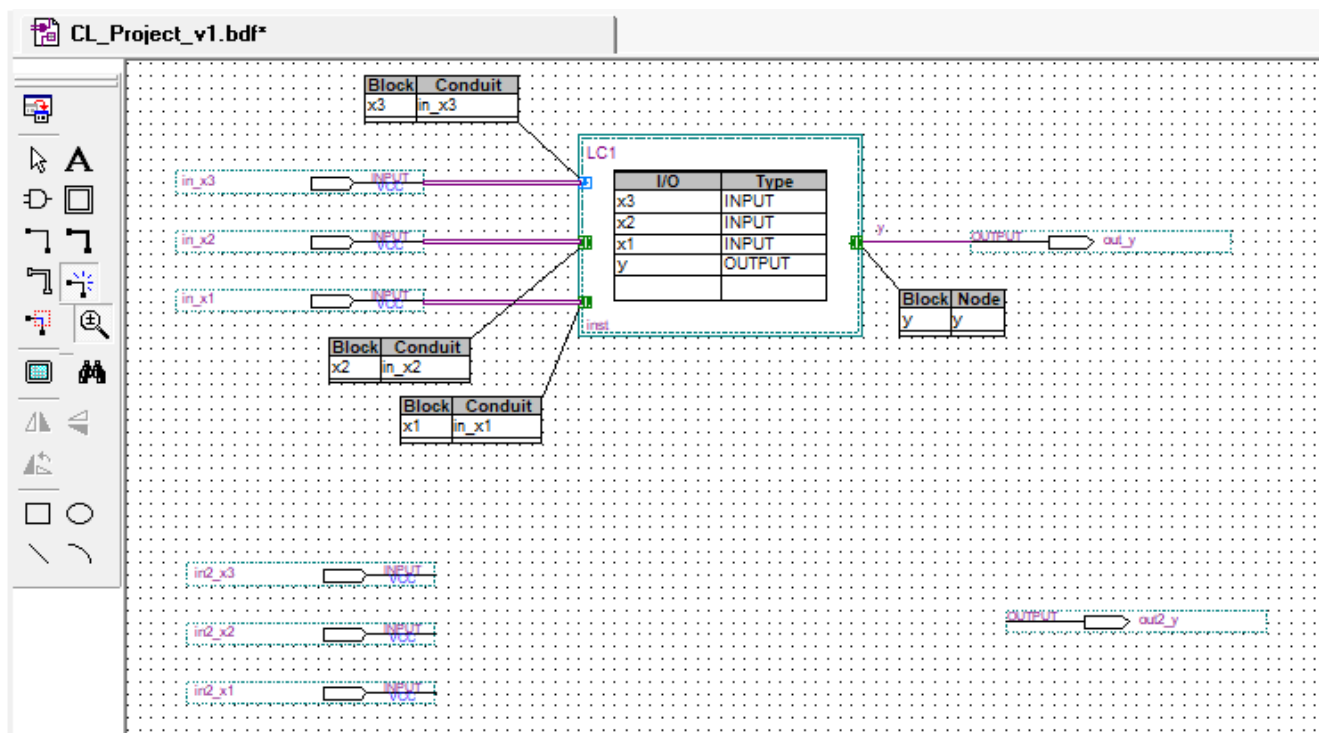

Рис. 1.42. Додавання контактів для логічної схеми ДКНФ перемикальної функції
**9.3.** Відкрийте проект **CL\_Project\_v1**, відкрийте файл **CL\_Project\_v1.bdf** (рис. 1.25). Додайте на робоче поле входні та вихідні контакти, наприклад **in2\_x3**, **in2\_x2**, **in2\_x1**, **out2\_y** (рис. 1.42).